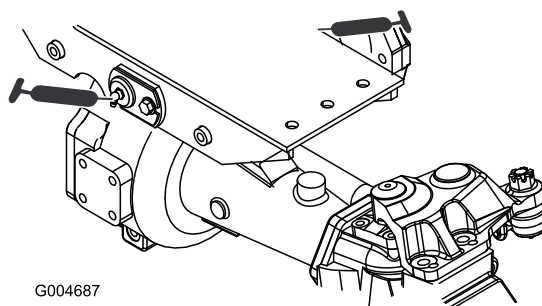

Figure 75
- 2 bagues de pivot d'essieux avant et arrière (Figure 75)